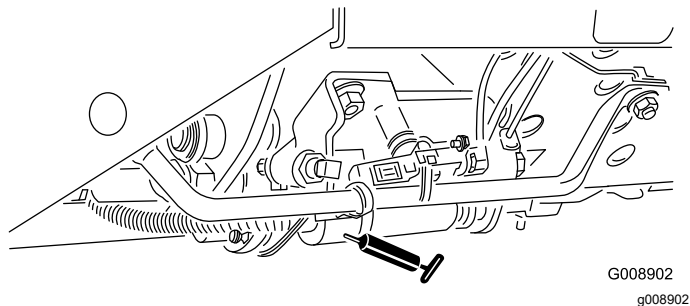

Figura 53
- Mando segar/transportar (Figura 53)